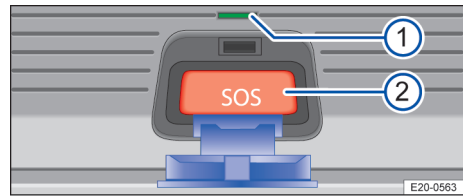

Fig. 50 Element de comandă pentru apel de urgență: lampă de control și buton.
În funcție de starea de operare, lampa de control este aprinsă în diferite culori și secvențe de iluminare → fig. 50 ①:
2. Țineți apăsat butonul pentru apel de urgență → fig. 50 ② timp de câteva secunde. Apelul de urgență se declanșează și se inițiază o conexiune vocală cu serviciul de urgență.